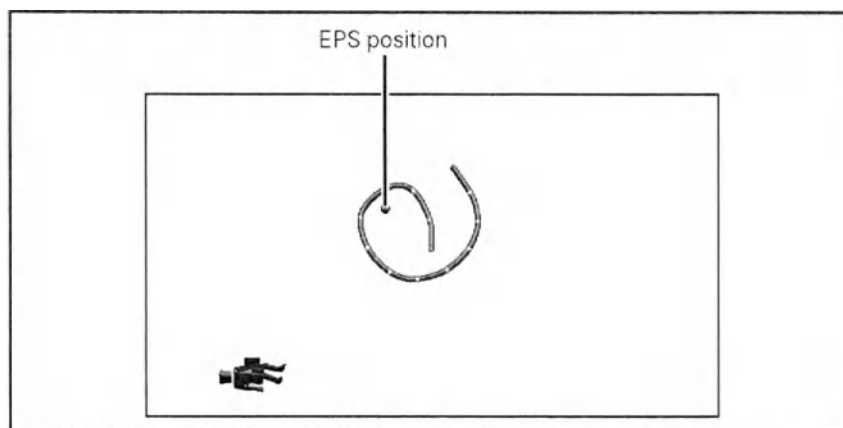

Рисунок 4.10
2. Подвигайте НДП в пределах магнитного поля, образуемого ГМП, и удостоверьтесь, что он правильно отображается на экране монитора (см. рисунок 4.10).